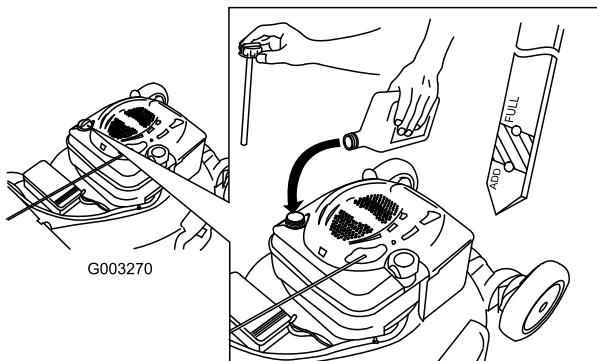

Figura 6
2. Rimuovete l'asta di livello (Figura 6) e versate nel tubo di riempimento una quantità d'olio pari a circa 3/4 della capacità del carter.
- Rimuovete l'asta di livello e controllate il livello dell'olio sulla stessa; vedere Figura 6.
- Se il livello dell'olio è troppo basso, aggiungete lentamente una piccola quantità di olio nel relativo tubo di riempimento, quindi ripetete le fasi da 3 a 5 fino a raggiungere il livello corretto mostrato in Figura 6.